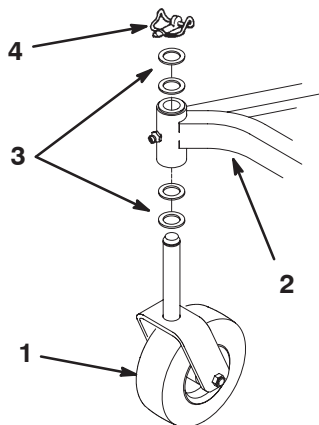

Figure 4
2. Enlevez la goupille d'arrêt et 2 rondelles de butée de chaque ensemble roue pivotante. Laissez 2 rondelles de butée sur chaque arbre, insérez les arbres dans le tube de montage du bâti, et mettez les rondelles de butée et la goupille d'arrêt en place (Fig. 4).